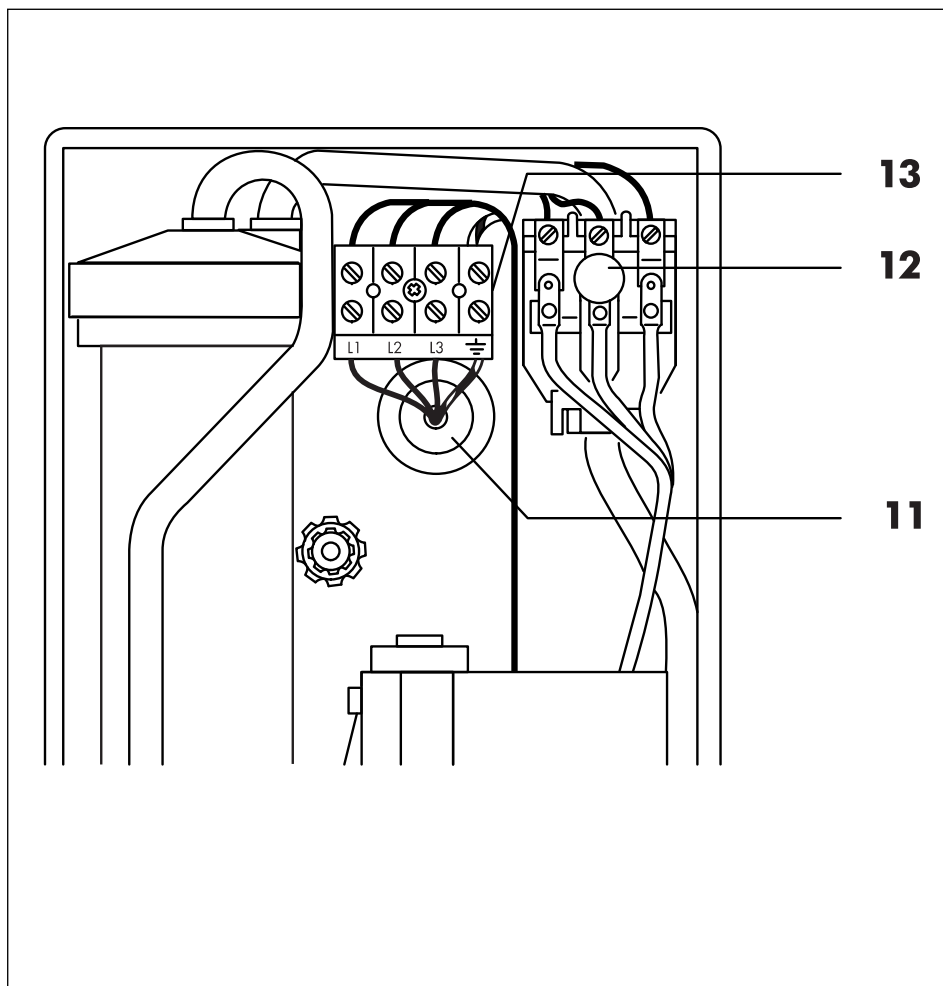

Рис. 6.1 Ввод электрического кабеля в верхней части прибора
Ввод электрического кабеля может производиться как в верхней так и в нижней части прибора (рис. 6.1 и 6.2), при этом не нужно производить замену проводки внутри прибора.
При подсоединении сверху (рис. 6.1) удалите часть стенки корпуса предназначенную для ввода кабеля (11). Подведенный кабель нужно загерметизировать при помощи прилагаемой круглой защитной насадки, присоединить провода L1 ... L3 и заземляющий провод к клеммной колодке (13).
Легенда к рис. 6.1 и 6.2